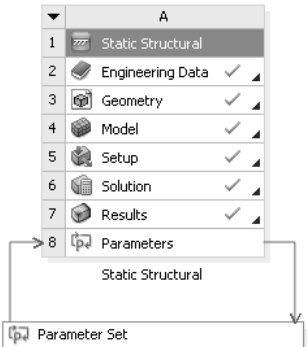

图 2.3.16 项目列表
(1) 定义完设计参数后，切换到主界面，此时的项目列表如图 2.3.16 所示，双击 **Parameter Set** 按钮，进入设计参数管理界面，可以在“Outline of All Parameters”窗口查看已经定义的各项参数，如图 2.3.17 所示。